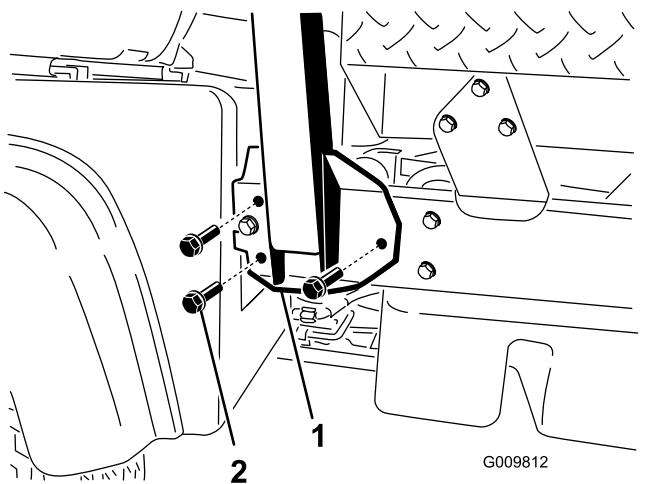

Рисунок 4
- Совместите обе стороны защитной дуги с монтажными отверстиями с каждой стороны рамы машины (Рисунок 4).
- Прикрепите монтажный кронштейн защитной дуги к раме машины с помощью 3 болтов с фланцевыми головками ($\frac{1}{2}$ x $1\frac{1}{4}$ дюйма) с каждой стороны (Рисунок 4).